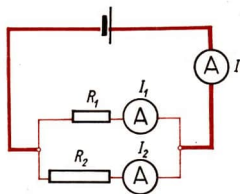

Abb. 150/1.
Jeder verzweigte Stromkreis besteht aus mehreren *Stromzweigen* (Abb. 150/1). An den Verzweigungsstellen liegt die Spannung U . Folglich liegt an allen Stromzweigen die gleiche Spannung.
Zur Bestätigung dieser Überlegungen schaltet man drei Strommesser so in den Stromkreis, wie es die Abbildung 150/1 zeigt. Bildet man die Summe der Stromstärken I_1 und I_2 , so erhält man annähernd die Stromstärke I . Die durchgeführten Überlegungen und Versuche gelten auch für Stromkreise mit mehr als zwei Stromzweigen.
2. Der Widerstand im verzweigten Stromkreis. In der Schaltung nach Abbildung 150/1 sollen R_1 und R_2 nicht gleich groß sein. Aus den Anzeigen der Strommesser geht hervor, daß durch den kleineren Widerstand ein stärkerer Strom fließt als durch den größeren Widerstand. Da an beiden Stromzweigen die gleiche Spannung U liegt, gelten nach dem Ohmschen Gesetz die Gleichungen